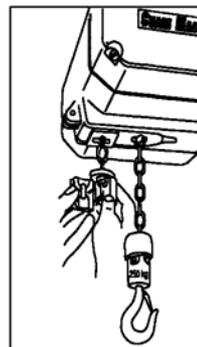

Bild 14 (Schritt 7)
7. Hubbegrenzer* ca. 50 cm vor dem Kettenende befestigen (Bild 14), bei übergroßen Kettenspeichern so, dass der Abstand des Hubbegrenzers vom Kettenende reichlich der Höhe des Kettenspeichers entspricht.